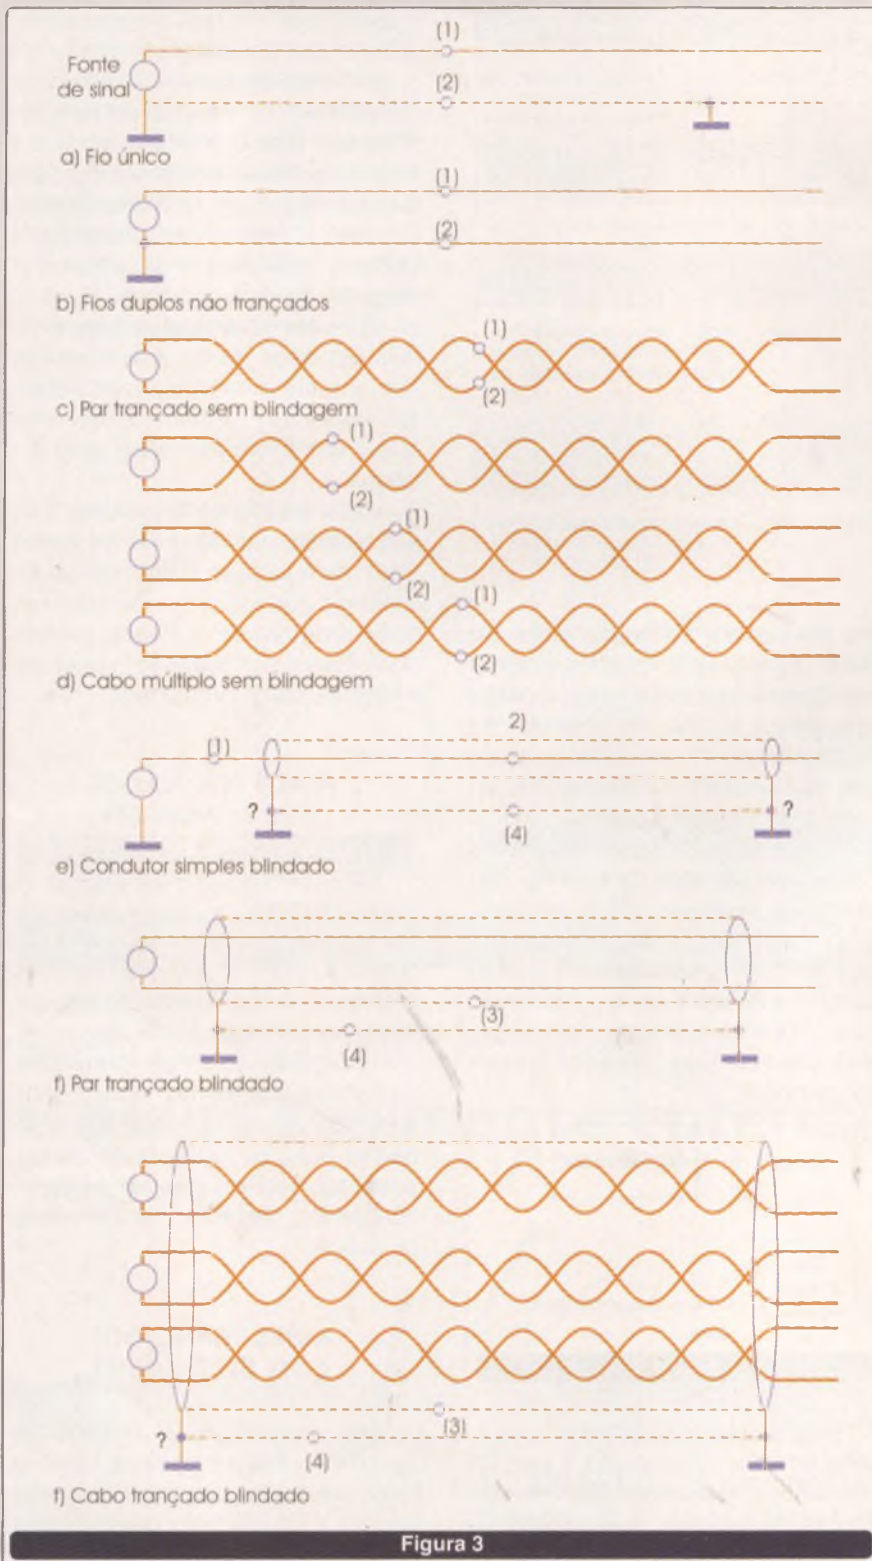

Figura 3
Na **figura 3** apresentamos os modos como essas tensões de ruído podem aparecer nas linhas de transmissão.
Nesse tipo de linha, as tensões (1) da figura 3 ocorrem pela cap-